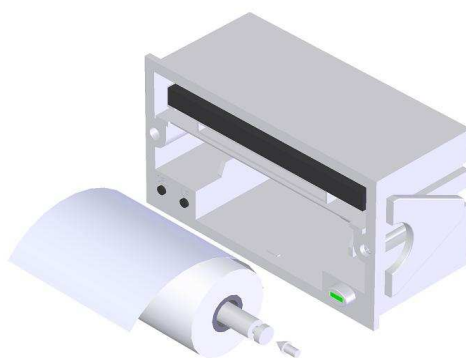

图 2-5
- 2、更换纸卷如图 2-5~2-8 所示，用手压紧伸缩纸轴的两端，取下纸轴，将新纸卷套在纸轴上，用手指压紧伸缩纸轴的两端，将纸轴放回原位，并确认纸轴已安装牢固，不会掉出。